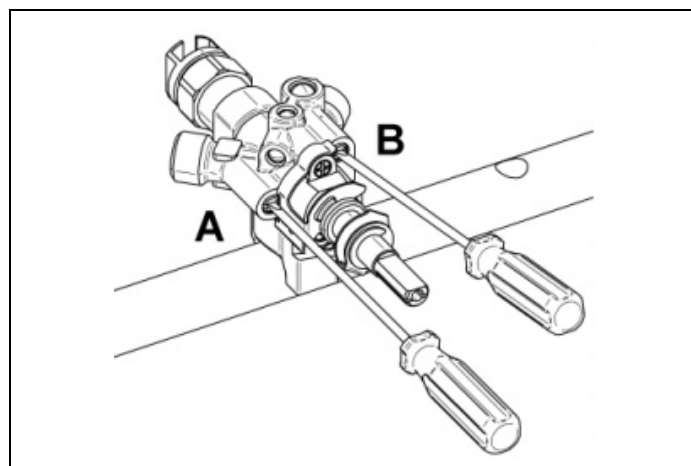

Fig. 15
- 4) For hanen, der styrer Dual-brænderen, er strupeskrue placeret på hanehuset (Fig. 15); skrue A regulerer den ydre krans, mens skrue B regulerer den indre.